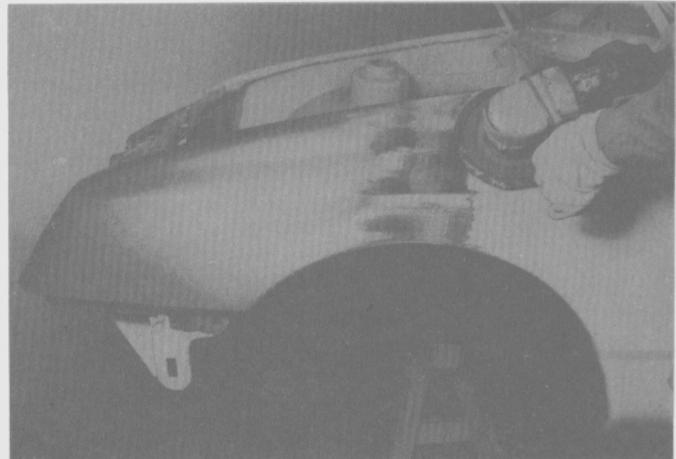

Fig. 84
- Pulir las zonas con soldaduras (Fig. 84).